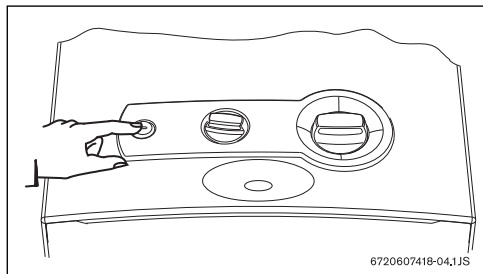

Fig. 4
- A cet effet, tourner tout simplement l'interrupteur (Fig. 4).